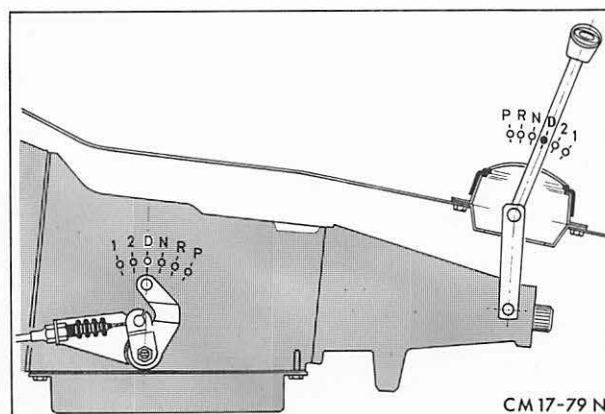

Abb. 34 Handwählhebel und Wählhebel – Getriebe in Schaltposition „D“
24. Handwählhebel und Wählhebel – Getriebe in Schaltposition „D“ bringen. Abb. 34. Anschließend Schaltstange spannungsfrei montieren und sichern. Falls erforderlich, wie unter Pos. 17 673 beschrieben, einstellen.